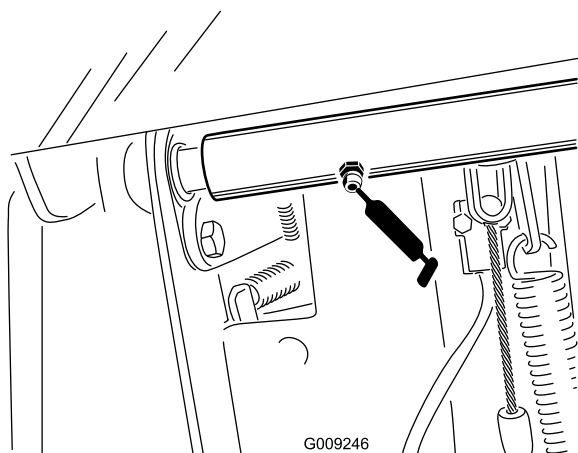

Figura 51
- 1 cojinete de pivote del eje de freno (Figura 51)